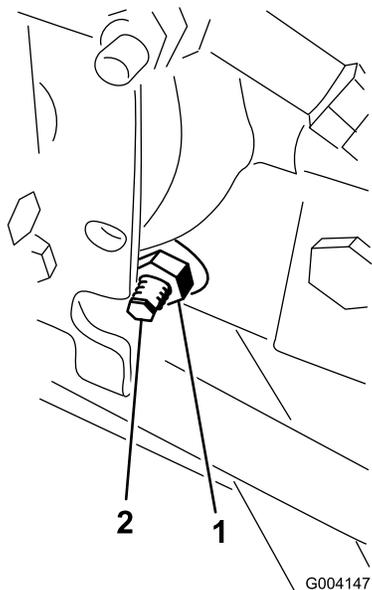

Рисунок 89
3. С правой стороны гидростата ослабьте контргайку кулачка регулировки тяги (**Рисунок 89**).